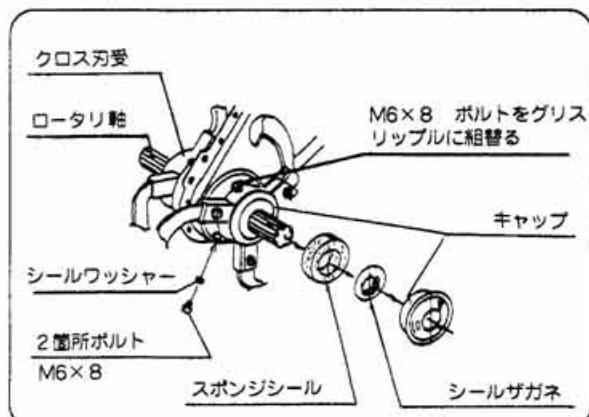

図43
- ② クロス刃受のフランジ部2ヶ所のボルト（M6×8ℓ）を外し、1ヶ所にグリスニップル（付属部分）を取付けてください。（図43）
- ③ グリスピンプでグリス（シャーシグリスは、やわらかい物）を給油してください。
- ④ グリスニップルを取り外し、ボルト（M6×8ℓ）左右各2本のボルトを締付けてください。（図43）